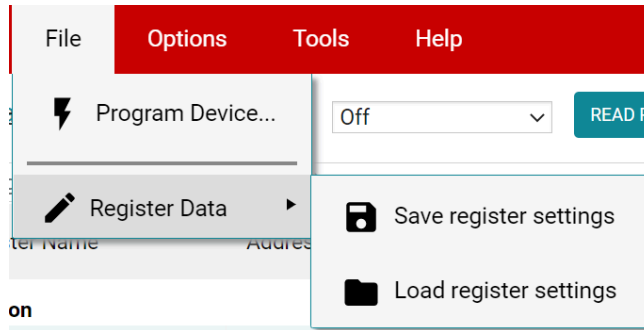

图 4-12. 保存和加载寄存器设置
- 为了方便起见，可以将寄存器设置保存起来，之后再载入任何具有相同寄存器映射的器件。为此，可转到 **File > Register Data**，如图 4-12 中所示。